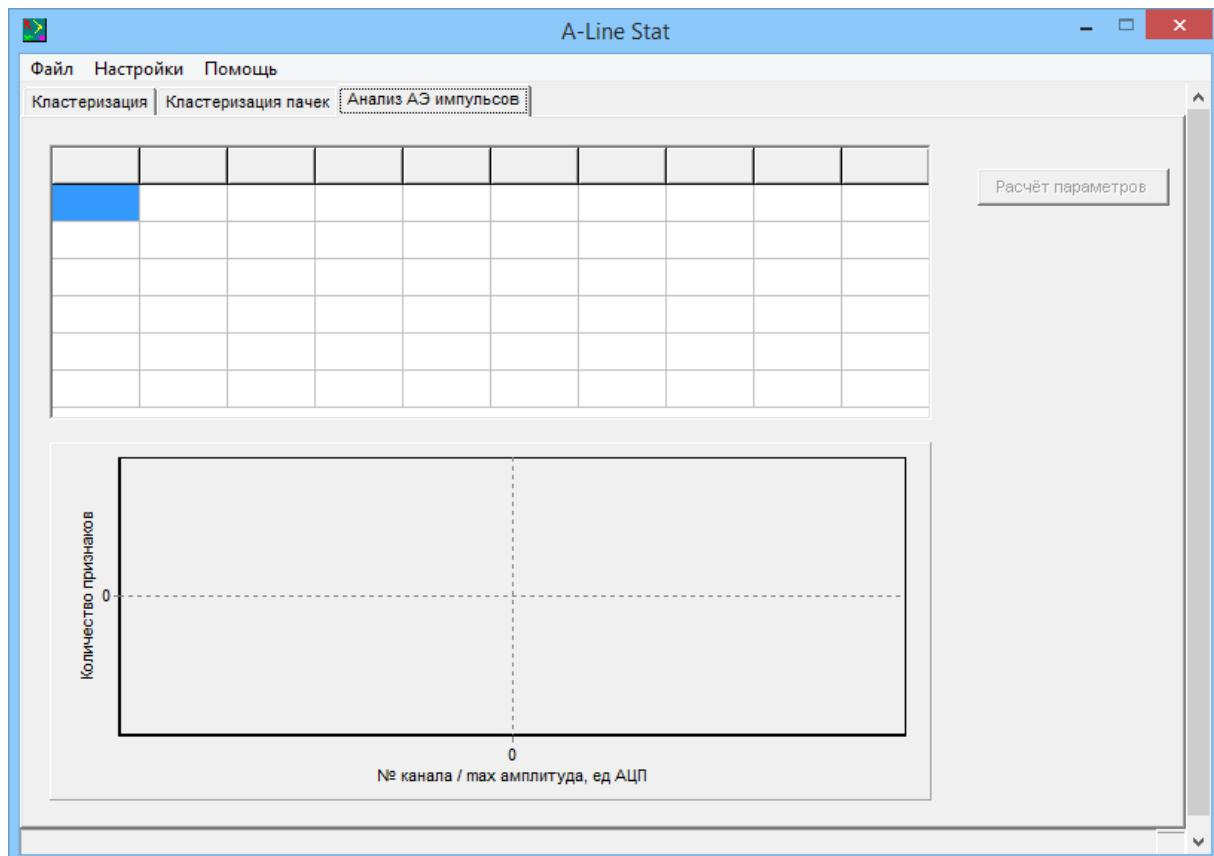

Рис. 19.3. Вкладка **Анализ АЭ импульсов**
- ◊ На вкладке **Анализ АЭ импульсов** (рис. 19.3) производится расчёт основных параметров (номер канала с максимальной амплитудой сигнала, среднее значение амплитуды, номер канала с минимальным временем прихода сигнала) для сигналов (см. разд. 20.4).